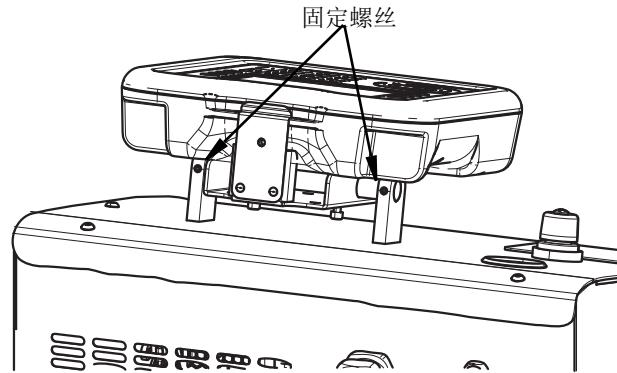

图 12
1. 使用 2.5 毫米内六角扳手拧松 ADM 安装支架上的两个固定螺丝。参见图 12。